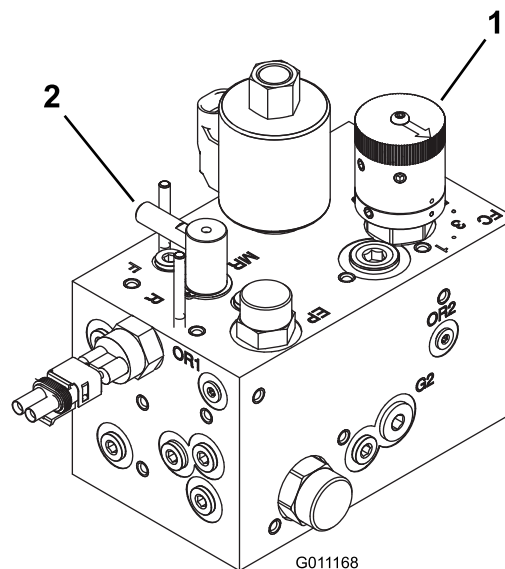

Рисунок 49
3. Поверните ручку регулятора частоты вращения барабана (Рисунок 49) на определенный при выполнении пункта номер 1.